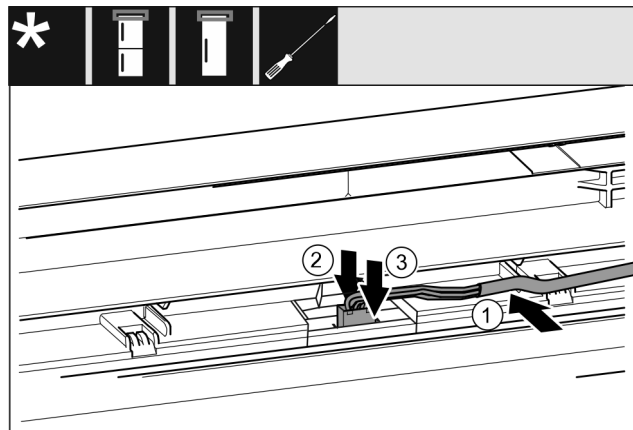

Fig. 44
- ▶ Poser le câble gris dans le guide de la porte supérieure. Fig. 44 (1)
- ▶ Repousser l'ergot vers l'arrière. Fig. 44 (2)
- ▶ Insérer le connecteur. Fig. 44 (3)